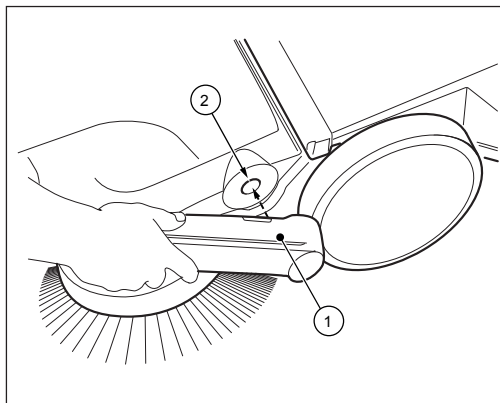

Bild 7: Montera handtagsbeslag
1. Placera handtagsbeslagen (1) enligt anvisningarna på bild 7.
2. Skjut in handtagsbeslagen i detta läge i de fästen (2) på sopmaskinen som konstruerats för detta ändamål. Eventuellt måste du bulta lätt på handtagsbeslagen.